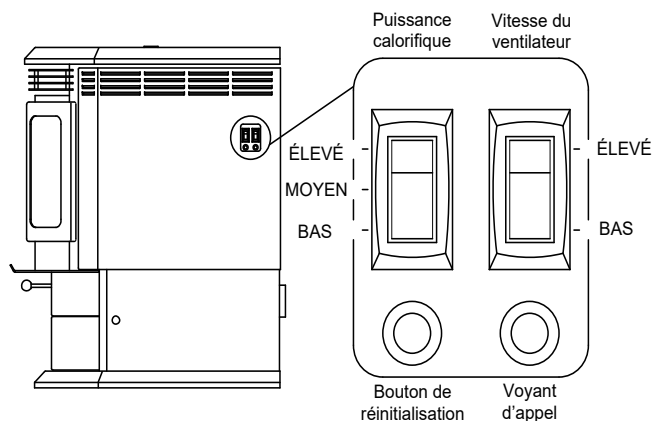

Figure 10.1
L'appareil fonctionne comme la plupart des chauffages modernes : dès que le thermostat le lui commande, il se met en marche et diffuse de la chaleur automatiquement. Quand la pièce atteint la température réglée sur le thermostat mural, l'appareil s'arrête (Figure 10.1).
3. Le poêle peut parfois brûler tout le combustible et s'arrêter automatiquement. Dans ce cas, le voyant d'appel rouge sera allumé (**Voir la Figure 10.1 on page 10**). Pour le remettre en marche, remplissez la trémie et pressez le bouton de réinitialisation (**Voir la Figure 10.1 on page 10**). Le voyant d'appel rouge s'éteint quand vous pressez le bouton de réinitialisation. Relâchez le bouton et le voyant se rallumera. Vous devez voir des flammes apparaître après un court instant. Si ce n'est pas le cas, suivez les instructions de la rubrique « **Allumage de votre premier feu** » à la page 10.